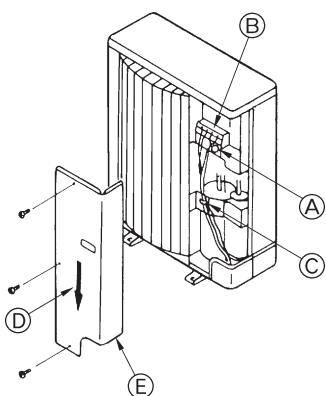

Fig. 6-2
- (A) Unidad interior
- (B) Unidad exterior
- (C) Controlador remoto
- (D) Interruptor/fusible principal
- (E) Conexión a tierra
- (F) Interruptor/fusible principal para calentador eléctrico
- (G) Conexión a tierra para calentador eléctrico
6.2. Cableado de la unidad exterior (Fig. 6-2)